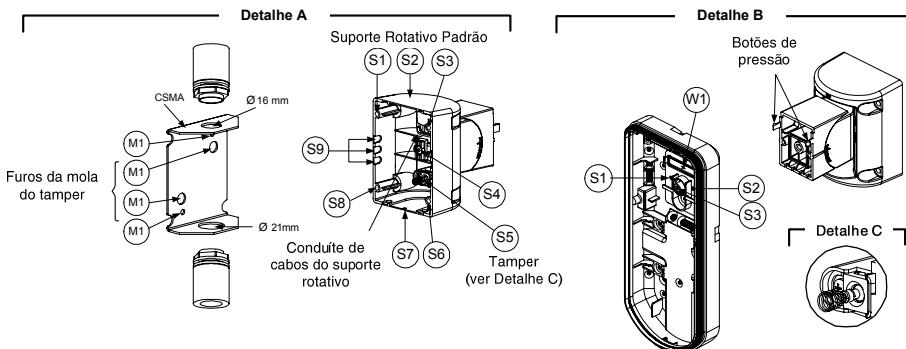

Figura 6
3. Abra os furos pré-marcados na base externa (Figura 6, Detalhe B)
4. No acessório do Suporte Padrão remova os furos pré-marcados de fiação S2, S7 ou S9 (Figura 6, Detalhe A).
5. Remova o tamper de parede da base interna (Veja o item: "Mudando a posição do tamper de parede") e conecte-o no S5 (Figura 6, Detalhe A) do Suporte Padrão.
- a. Insira o cabeamento externo através dos furos pré-marcados S2, S7 ou S9 e puxe-os (incluindo a fiação de tamper) Através da passagem de fiação do suporte padrão (Figura 6, Detalhe B).
Montando o suporte com conduíte (usando o Adaptador Metálico do Suporte de Conduíte - AMSC, Figura 6, Detalhe A)
- d. Insira os cabos externos e os fios do tamper na passagem de fiação do Conduíte (Figura 6, Detalhe A).
7. Insira os fios do tamper e os cabos externos através do furo pré-marcado W1 do Suporte Padrão na base externa (Figura 6, Detalhe B).